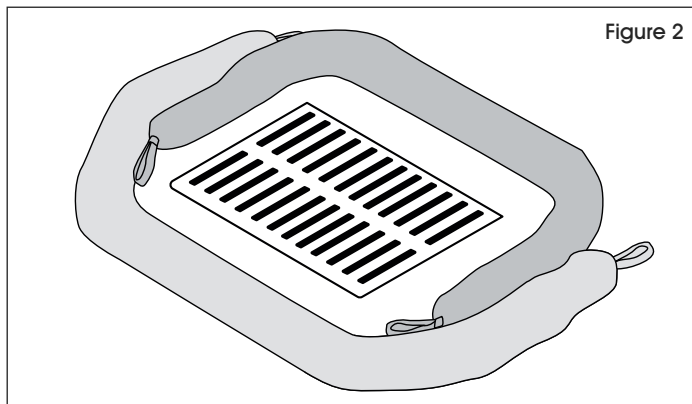

Figure 2
- b. **Remblais tubulaires multiples** : Superposez les extrémités pour former un anneau autour de la grille. (Voir Figure 2)